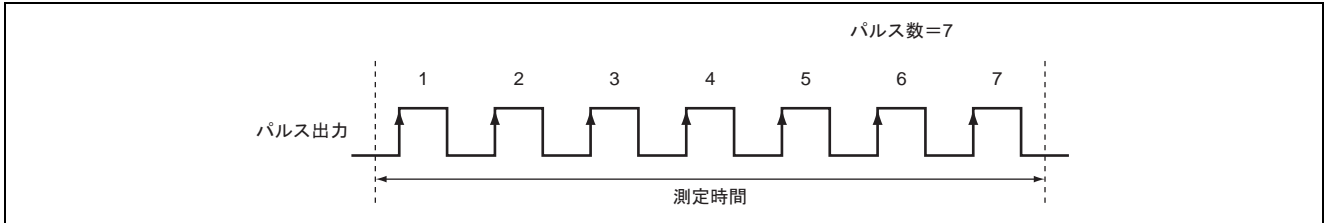

図 1 パルス出力タイミング
- (1) 図 1 に示すように、デューティ 50% のパルスを任意の数出力します。
- (2) 約 20MHz (19.6608MHz) 動作時、パルスの周期は $0.81\mu\text{s}$ から $104.17\mu\text{s}$ まで $0.41\mu\text{s}$ ごとに設定が可能、また出力するパルスの数は、1~255 の間、任意に設定できます。